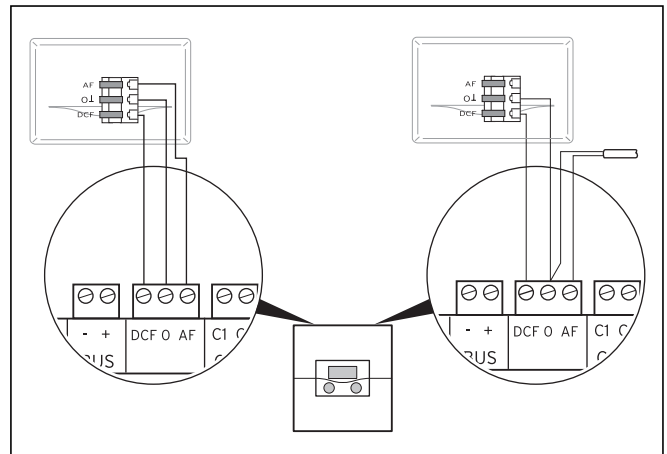

Abb. 5.11 DCF-Empfänger anschließen
- Verdrahten Sie DCF-Empfänger entsprechend der Abb. 5.11.